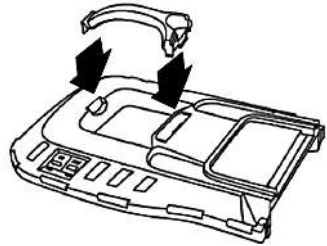
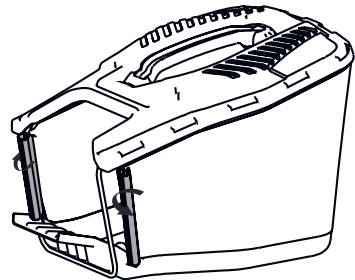
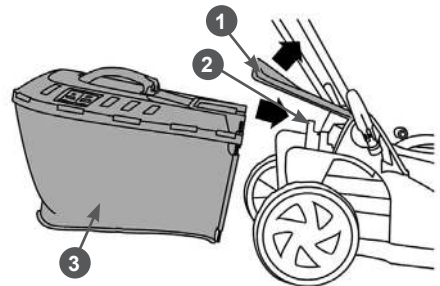

Рис. 8 Установка ручки травосборника
Рис. 9 Сборка травосборника
Рис. 10 Установка травосборника
- Соберите и установите травосборник. Для этого установите ручку травосборника на травосборник (Рис. 8), прикрепите край мешка для травы к металлическому каркасу, закрепив сбоку пластиковые крючки, как показано на Рис.9, а затем поднимите заднюю крышку 1 и установите травосборник 3 на специальные выступы 2 на корпусе газонокосилки, как показано на Рис.10.